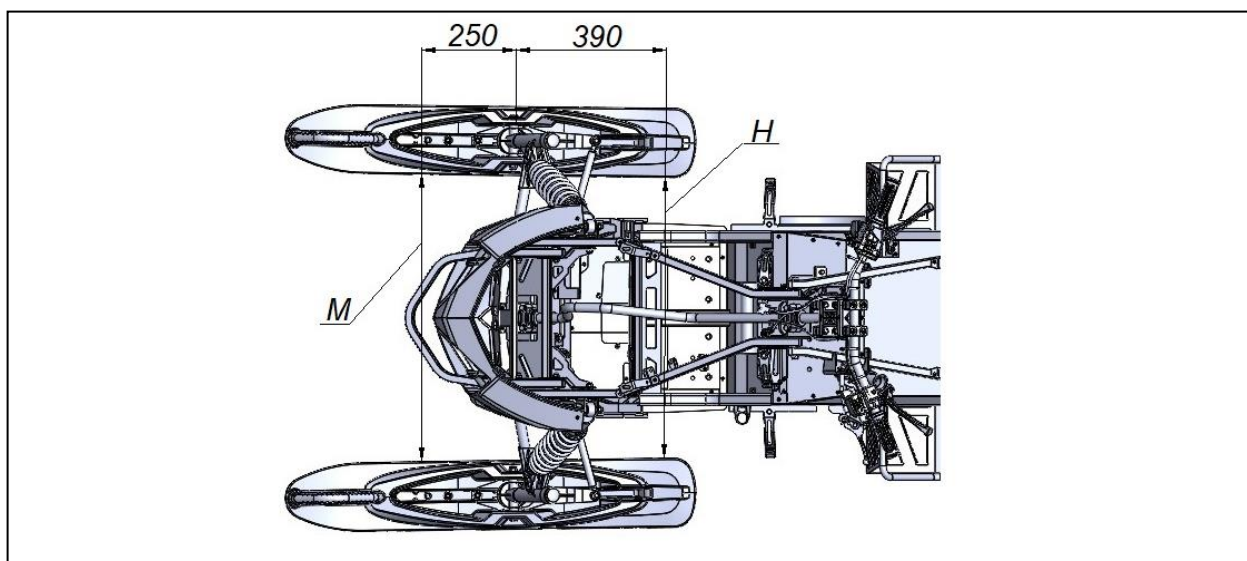

Рисунок 40 – Регулировка схождения лыж
- вращением рулевых тяг добейтесь, чтобы при положении лыж "прямо-вперед" расстояние М (рисунок 40) между передними концами лыж было больше на 10 мм, чем расстояние Н между задними концами лыж (М-Н=10 мм);